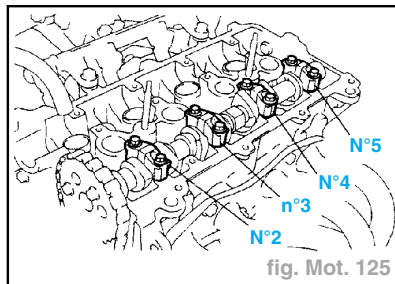

fig. Mot. 125
- Déposer les chapeaux de palier d'arbre à cames et les boulons n°3, n°5, n°2 et n°4 en suivant cet ordre (fig. Mot. 125).